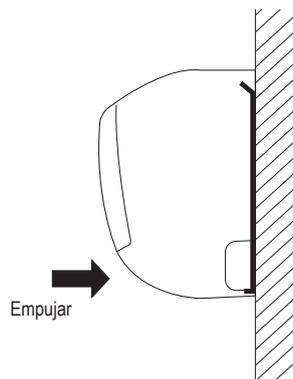

Fig. 5-22
- (1) Para instalar la unidad interior, montarla sobre las 3 pestañas en la parte superior del panel trasero.
- (2) Sostener la salida de la descarga de aire y empujar la parte inferior de la unidad interior hasta que un clic denote el acoplamiento firme de las dos pestañas en la parte inferior de la placa trasera. (Fig. 5-22)